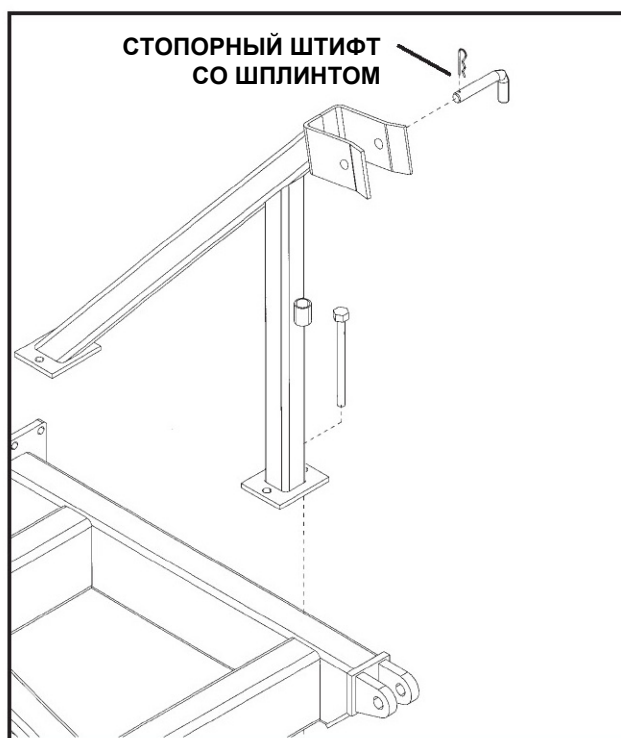

Рисунок 8
1. Перед транспортировкой сеялки всегда поднимайте крылья и обязательно фиксируйте их на специальных стойках с помощью стопорного штифта со шплинтом. Каждый перед тем, как опустить крылья, вынимайте стопорный штифт. Несоблюдение этого правила может привести к серьезному повреждению рамы сеялки (Рис. 8).